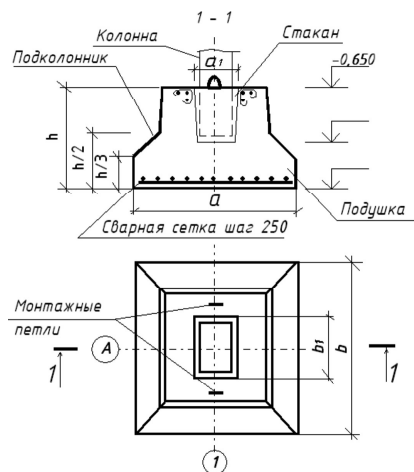

Рис. 8. Схема для исходных данных железобетонного фундамента.
2. Начертить главный вид и разрез фундамента, руководствуясь схемой (рис.8), размерами и масштабом по индивидуальным вариантам (табл.2, 3).